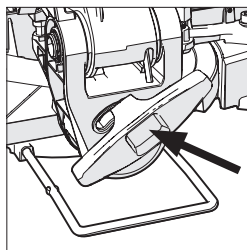

Fig. 22
- Maak de afschuining sluitschroef los. (**Fig. 22**)